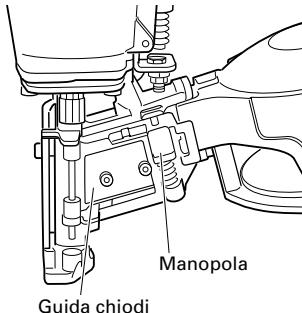

Fig. 13
- (1) Occasionalmente pulite la parte slittante della manopola e poi applicate l'olio raccomandato. (**Fig.13**)